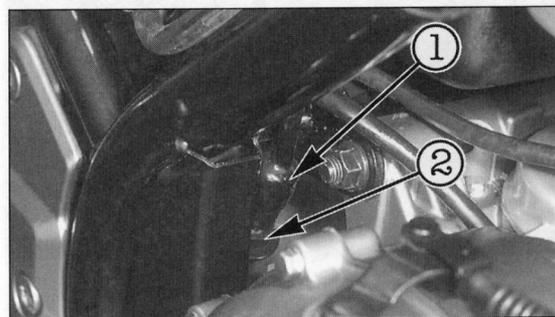

Bild 58
- Zur Einstellung Schaltergehäuse festhalten und Mutter ein- oder ausdrehen (Bild 58).